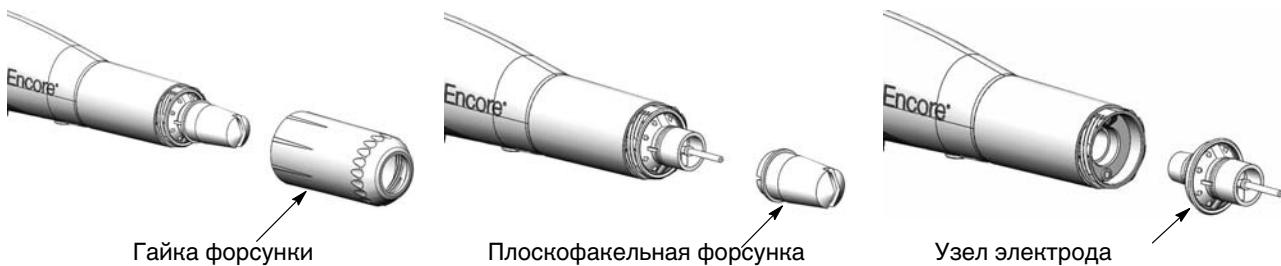

Рис. 4-6 Замена плоскофакельных форсунок
2. См. рис. 4-6. Отвернуть гайку форсунки против часовой стрелки.